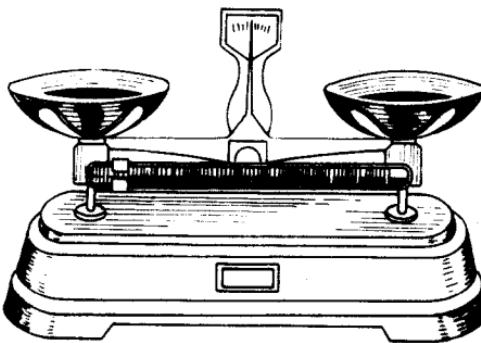

图 1-8 架盘天平
3. 称量 架盘天平用于精确度不高的称量。一般能称准到 0.1 g。在称量前,首先检查架盘天平的指针是否停在刻度上中间的位置。不在中间的话,可调节托盘下面的螺旋,使指针停在中间的位置,称之为零点(图 1-8)。称量时,左盘放称量物,右盘放砝码。10 g 以下的砝码是通过移动游标尺的游码来添加的。用砝码添加到架盘天平两边平衡,即指针停在中间的位置,此位置称之为停点。停点和零点之间允许偏差 1 小格以内。这时,砝码所示的质量就是称量物的质量。